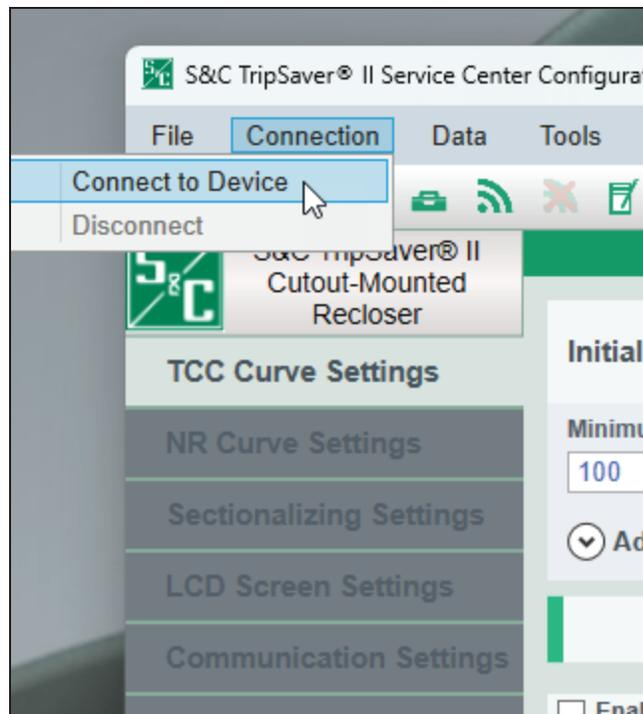

Figura 4. El menú Conectar a Dispositivo.
**PASO 3.** En el software de configuración del centro de servicio, seleccione la opción **Connection> Connect to Device (Conexión>Conectar a dispositivo)** del menú **Principal** o haga clic en el icono **Conectar a Dispositivo** de la barra de herramientas de acceso rápido. Ver Figura 4.